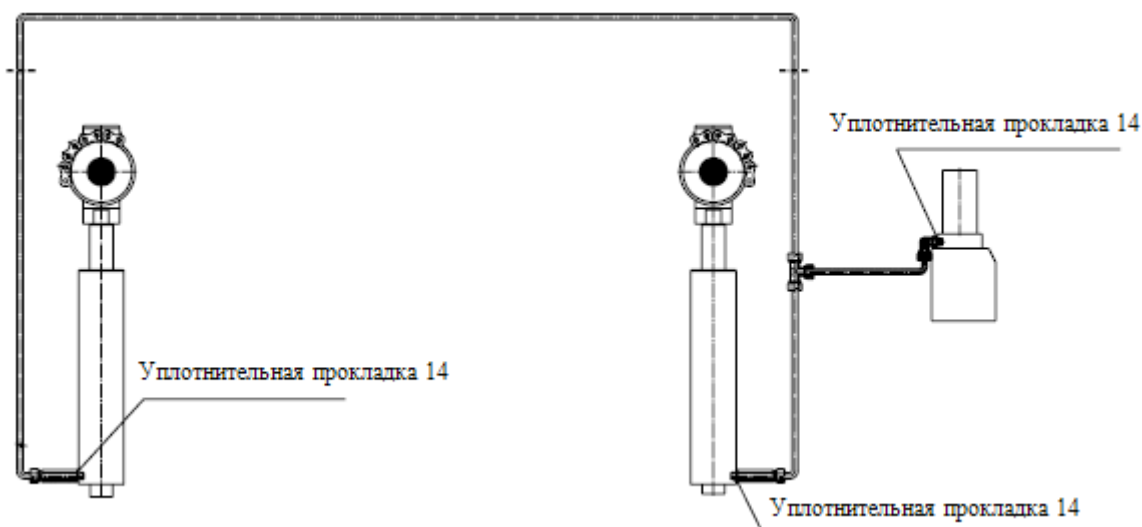

Рисунок 7
- Если через некоторое время после начала эксплуатации была обнаружена утечка масла, тщательно проверьте все соединения, и, если утечка вызвана износом уплотнителей, замените их. При замене уплотнителей убедитесь, что их характеристики соответствуют характеристикам оригинальных уплотнителей. См. рисунок 7.